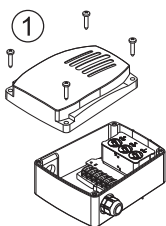

рис.10
1. Отсоедините насос от источника питания, ослабьте четыре винта, затем снимите крышку клеммной коробки (рис.10).